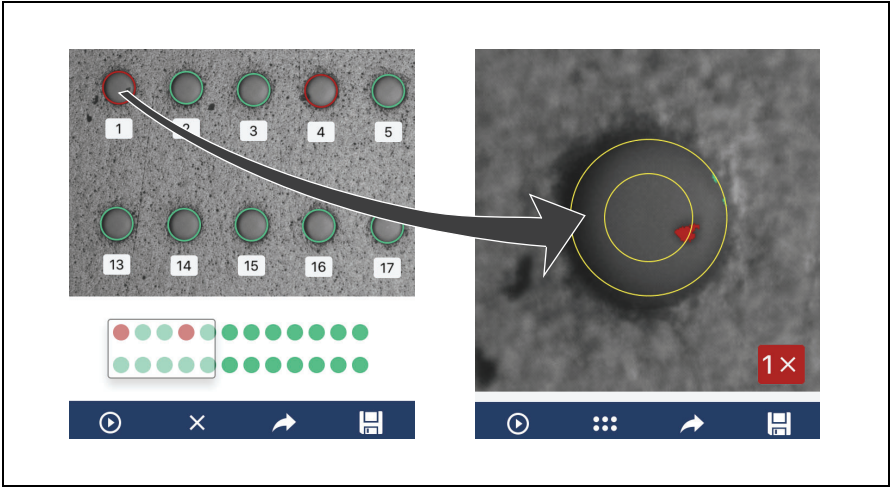

Figura 9. Telas de análise de imagem (MPO exibido)
1. Na tela **RESUMO DO RESULTADO DO TESTE**, se necessário, toque na imagem do conector para ver uma imagem de alta resolução das extremidades. Veja a Figura 9.